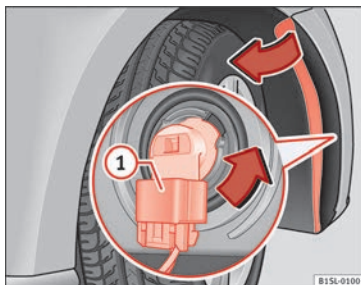

Fig. 87 Sostituzione delle lampadine dei fari.
4. Sbloccare il connettore ►► **fig. 87** **1** e rimuoverlo.
5. Girare il portalampana ►► **fig. 87** nella direzione della freccia, **in senso antiorario** fino a fine corsa ed estrarlo insieme alla lampadina, tirando all'indietro.